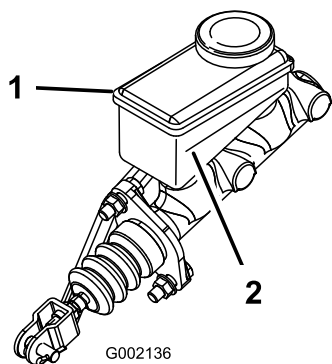

Рисунок 65
- Проверьте уровень жидкости в боковой части бачка (Рисунок 65).
- Доливайте тормозную жидкость DOT 3 в бачок, пока ее уровень не будет выше отметки «Минимум» (Рисунок 65).